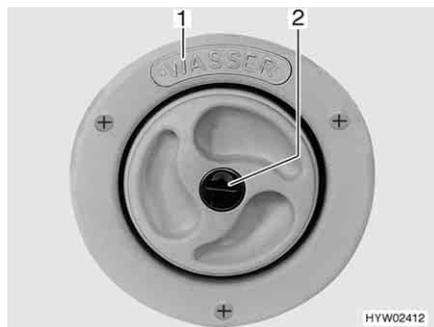
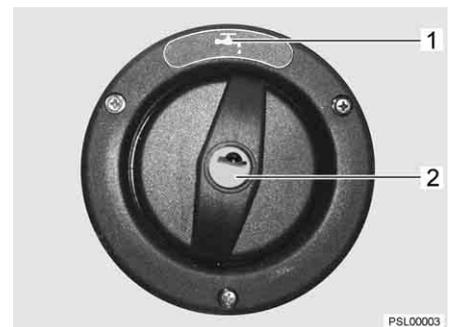

Bild 146 Trinkwasser-Einfüllstutzen
Bild 147 Trinkwasser-Einfüllstutzen (Alternative)
Der Trinkwasser-Einfüllstutzen ist mit dem Schriftzug "WASSER" (Bild 146,1) oder mit dem Symbol "W" (Bild 147,1) gekennzeichnet. Der Verschlussdeckel wird mit dem Schlüssel für die Außenklappenschlösser geöffnet und verschlossen.
- Trinkwasser-Einfüllstutzen (Bild 146 bzw. Bild 147) öffnen (siehe Kapitel 6).